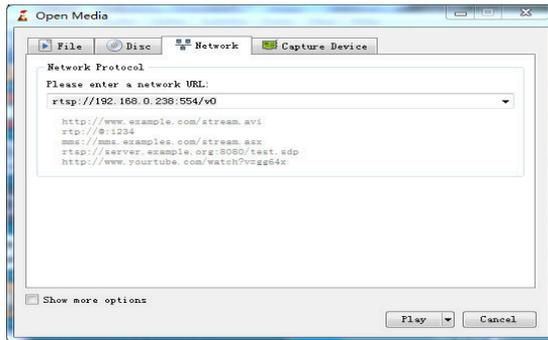

Рис. 22 Настройки VLC плеера на ПК
- 4) Укажите RTSP адрес в строке как показано на рис. 22 (RTSP адрес трансляции указан над QR кодом в приложении TesterPlay), нажмите кнопку Play (Воспроизведение);